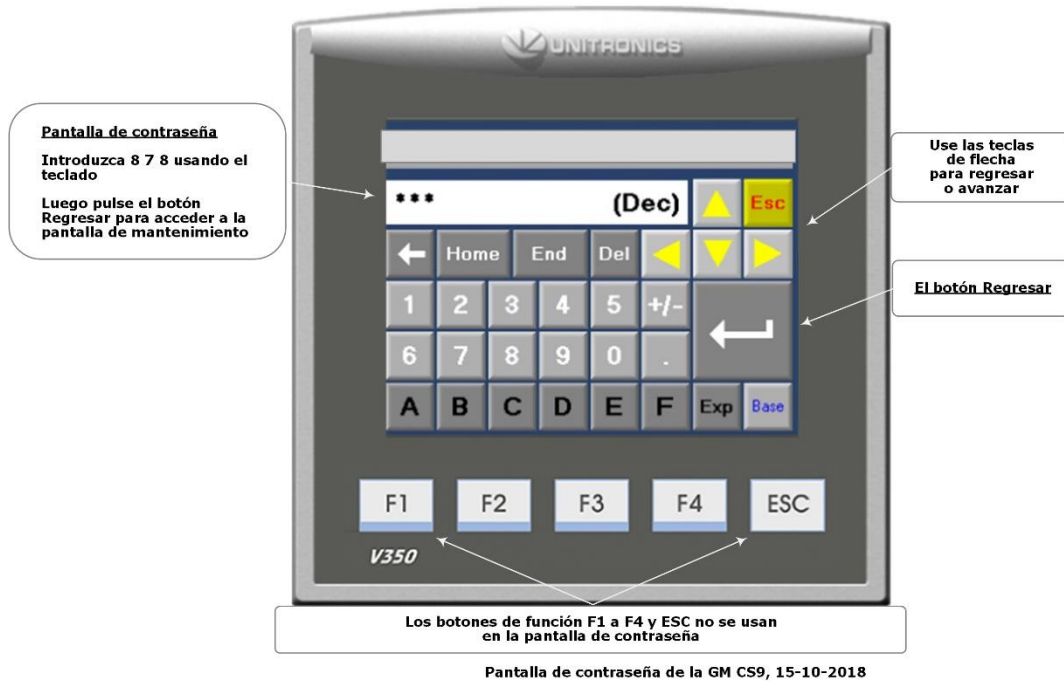

Figura 10-4: Pantalla de contraseña
2. Ingrese 878 en la Pantalla de contraseña (**vea la Figura 10-4**), después presione el botón de retorno del lado derecho de la pantalla.